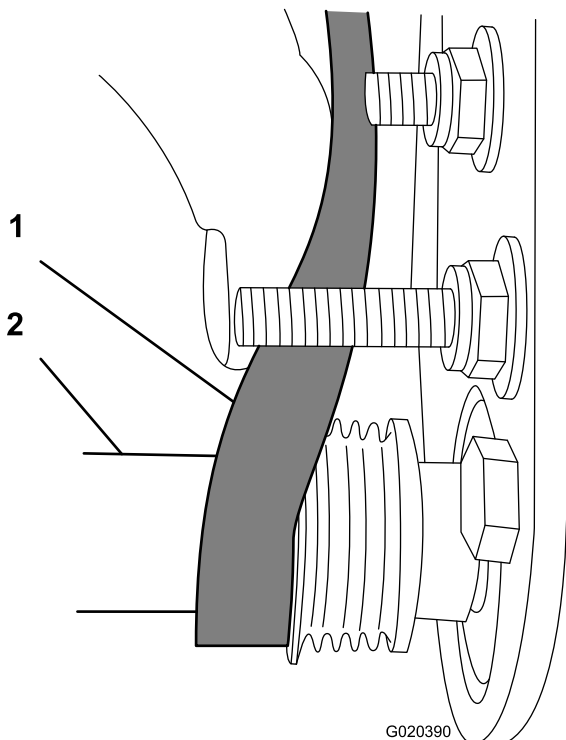

Figura 27
- C. Utilize uma chave de caixa profunda de 9/16 pol. para rodar o conjunto da escova e orientar a correia para a polia acionada (Figura 27).